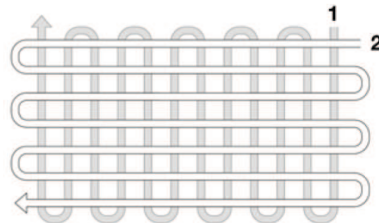

рис. 6
9.4 Оптимальный эффект использования культиватора достигается при культивировании в двух направлениях (рис. 6).